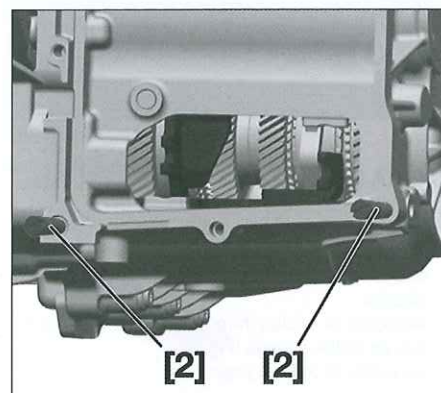

Fig. 18
06) (Fig.18).
- Atornillar los pivotes de guía [2] a mano (Fig.18).